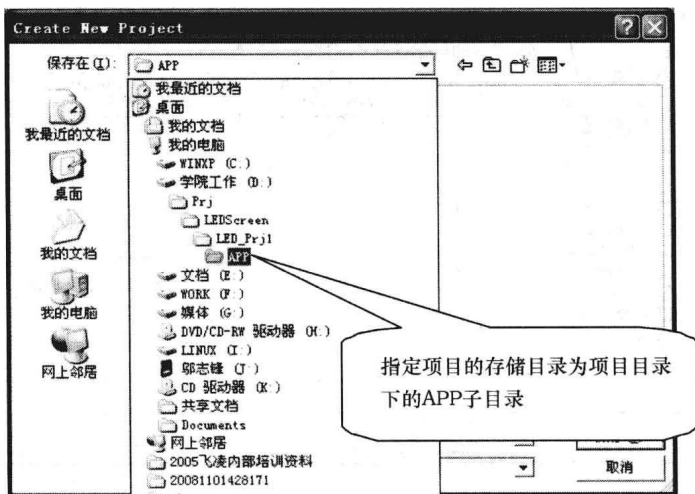

图 1-9 指定项目存储目录
(6)指定项目的存储目录为新建立的 APP 文件夹,如图 1-9 所示。